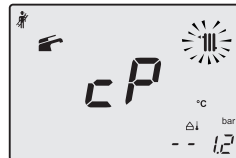

Figura 9.24
- Pulsando el botón 19 se puede modificar la potencia en modalidad deshollinador: el display LCD muestra las letras **cP** que se alternan con el valor de temperatura del agua de calefacción (ej.78); estamos en la "función deshollinador" a la potencia máxima en calefacción (Figura 9.24);